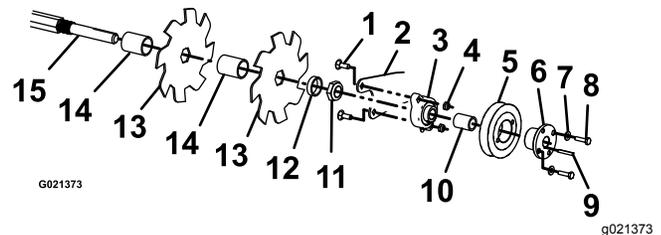

Figure 25
- Alignez le protège-courroie, les vis et les boulons à embase sur les trous dans la plaque latérale du cadre et le support du ressort (Figure 25).
- Fixez le protège-courroie sur la machine à l'aide des 2 vis et des 2 boulons à embase (Figure 25).